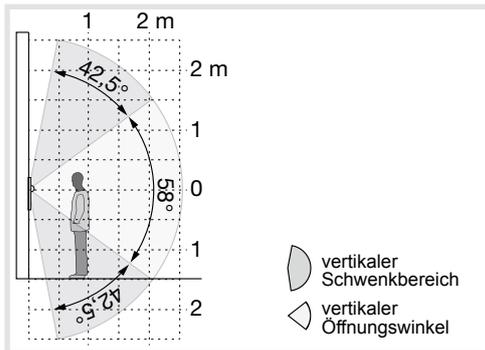

Bild 13: Vertikale Kameraausrichtung
- Kamera ausrichten (Bild 13/14).
- Kamera mit der Schraube (2) wieder fixieren.